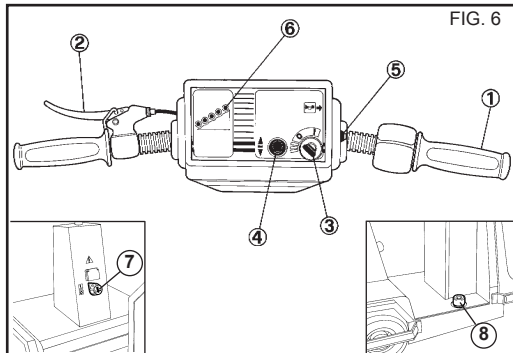
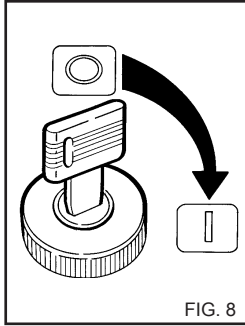

FIG. 6
FIG. 8
DISPOSITIFS DE COMMANDE MOD. 250 - Fig. 6
1) Insérer la clé de contact et la tourner dans le sens des aiguilles d'une montre sur la position (1) (fig. 8), les voyants s'allument sur le tableau de bord (Réf. 6 Fig. 6 - 7), indiquant que le véhicule est allumé; attendre 2-3 secondes à peu près.
Tourner la clé (3) sur 0 (Fig. 8) (tous les indicateurs lumineux doivent être éteints); tourner l'interrupteur de secours dans la position "0".